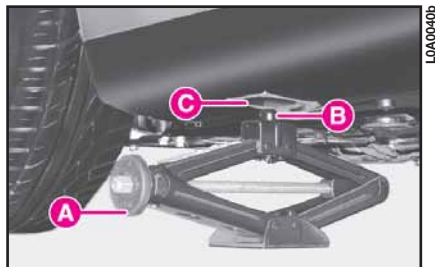

fig. 13
14) gire con la mano la manivela **A** (fig. 13) del gato para abrirlo parcialmente, después coloque el gato debajo del coche; accione la manivela del gato hasta que el perno **B** se introduzca correctamente en el alojamiento **C** de la carrocería;